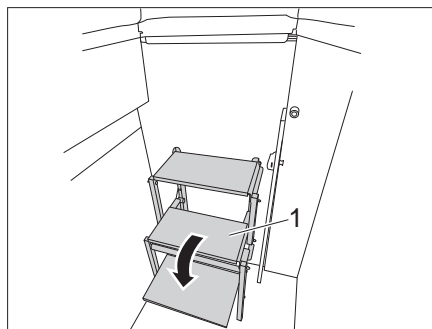

Bild 56 Trittleiter ausklappen
- Trittleiter (Bild 56,1) ausklappen.
- Trittleiter (Bild 56,1) einklappen.